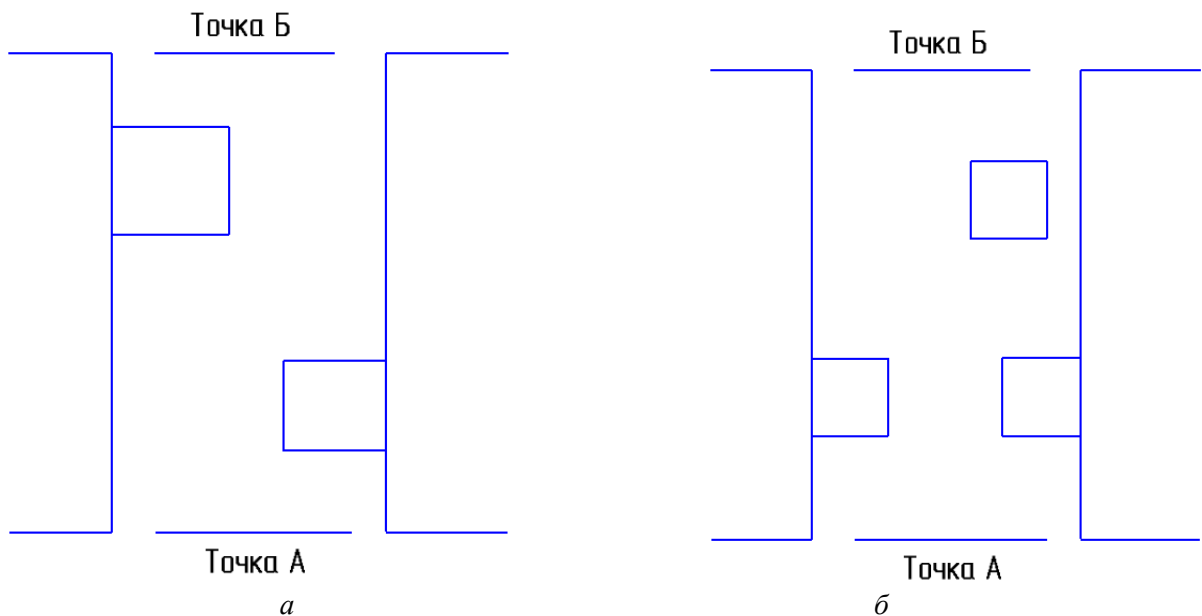

Рис. 10.7. Маршруты следования: *а* – №1, *б* – №2
3. Запрограммируйте робота для езды из точки А в точку В и измерьте время его следования по маршруту (рис. 10.7, *а* и 10.7, *б*):